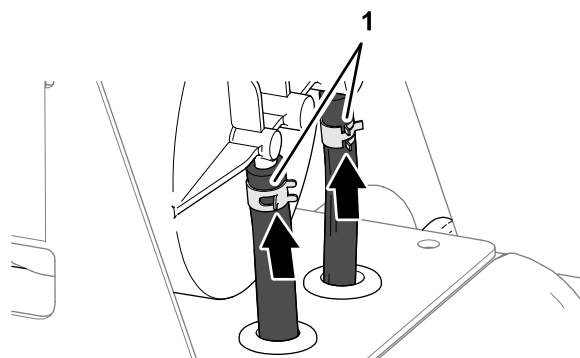

Figura 91
4. Fixe os tubos aos encaixes com as braçadeiras (**Figura 91**).